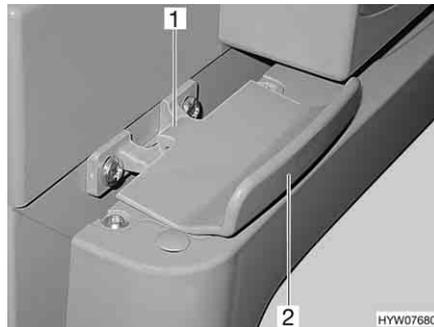

Fig. 173 Bloqueo de la puerta del frigorífico, cerrado (Thetford)
- Abrir la puerta del frigorífico con el tirador (Fig. 173,2). El bloqueo (Fig. 173,1) se abre automáticamente.